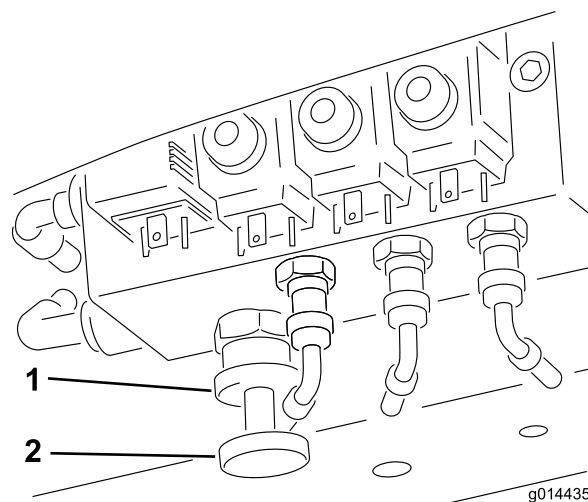

Figura 37
Para engatar a transferência de peso: A quantidade de peso transferido pode ser alterada para se adequar às condições de operação rodando o volante de transferência de peso (Figura 37) da seguinte forma:
1. Desenrosque a porca de bloqueio da válvula 1/2 volta no sentido contrário ao dos ponteiros do relógio e segure (Figura 37).
2. Rode o volante da válvula (Figura 37) no sentido contrário ao dos ponteiros do relógio para reduzir a transferência de peso ou no sentido dos ponteiros do relógio para aumentar a transferência de peso.